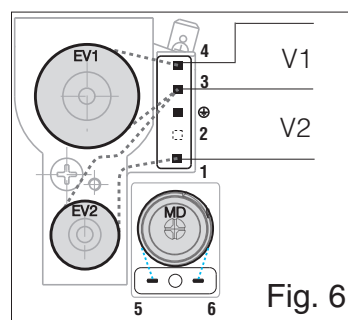

Fig. 6
- schema elettrico in Fig. 6. L'elettrovalvola di intercettazione EV1 è alimentata collegando i contatti 3 e 4. L'elettrovalvola di intercettazione EV2 è alimentata collegando i contatti 1 e 3.